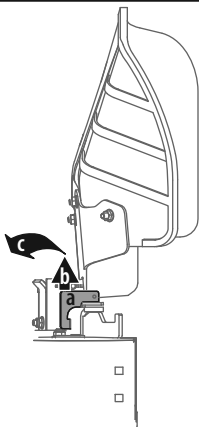

Figura 11
1. El canal se envía adjunto y con un soporte que lo mantiene en posición vertical. El soporte debe retirarse antes de operar el tractor. Vea la Figura 11.